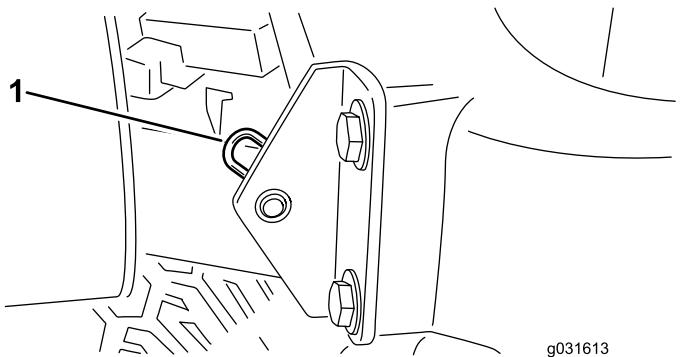

Figure 58
- Retirez la goupille fendue qui fixe le pivot de capot aux supports (Figure 58).